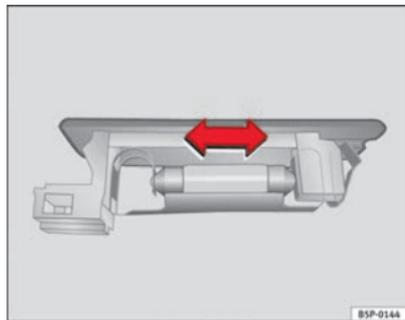

Fig. 175 Luz do porta-bagagens
- Pressione a lâmpada lateralmente e retire-a do alojamento ⇒ Fig. 175.